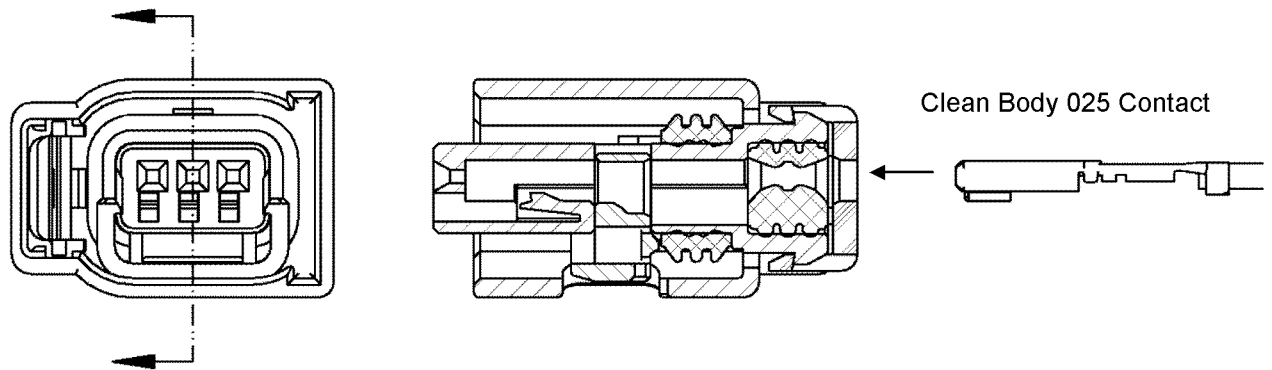

Fig.8
- (2) Fig.8 のような向きにメス端子を指定のキャビティ(メス端子が収納される穴)に「カチッ」というランスの装着音がするまで挿入して下さい。入り難い場合は無理に押し込もうとせずにリテーナーの位置を確認して下さい。
Insert the contacts into the housing with same direction as shown in Fig. 8. The insertion finished when you hear click sound and contact stops.